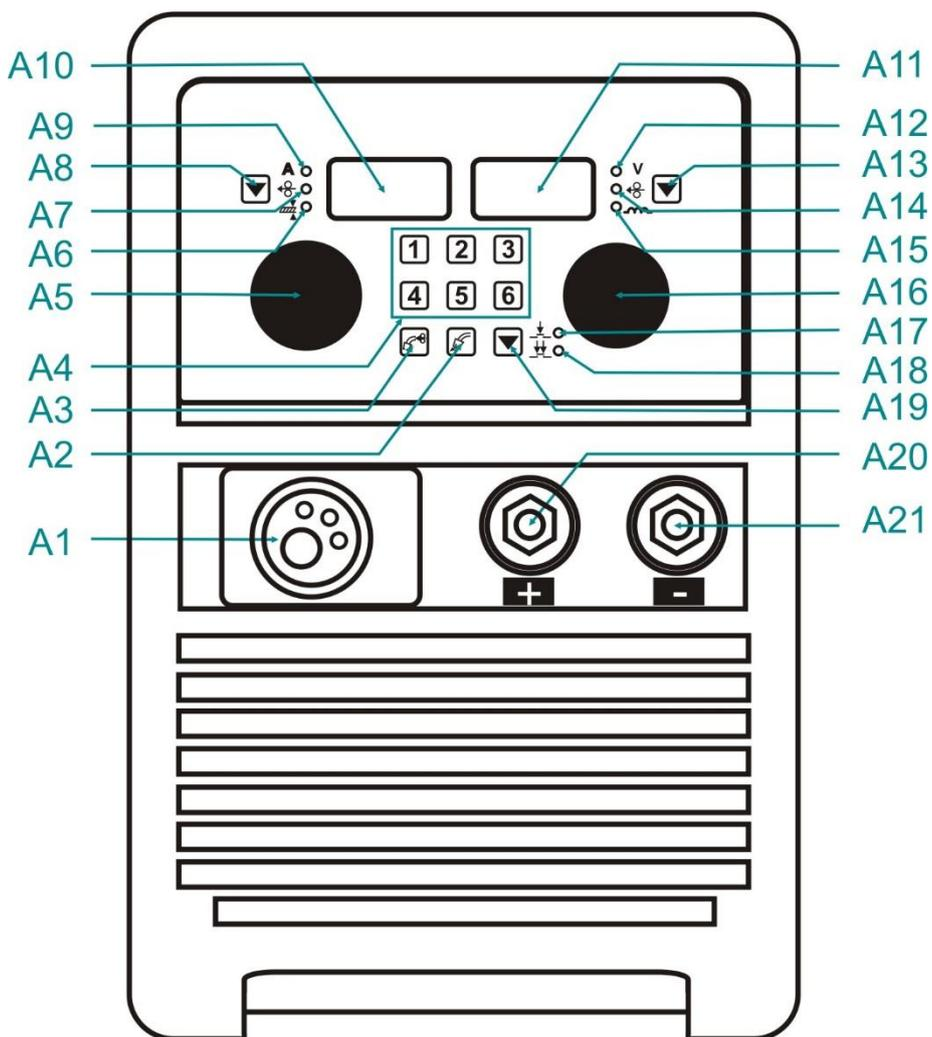

FIG. 1 - Pannello frontale
4. Collegare la torcia all'EURO connettore della macchina (Fig 1, **A1**).
5. Tenere premuto il tasto (Fig 1, **A3**) sul pannello frontale del carrello.